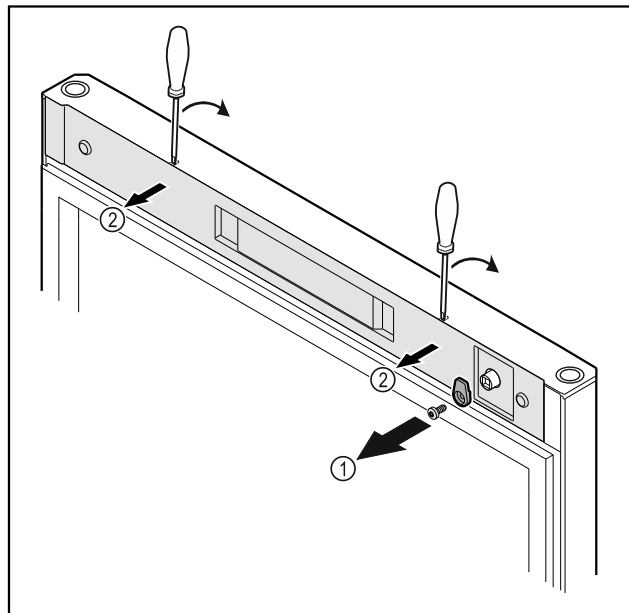

Fig. 10
- ▶ Kruvige sulgemiskonks Fig. 10 (1) maha.
- ▶ Haakige kate Fig. 10 (1) väikese kruvikeerajaga lahti ja võtke maha.